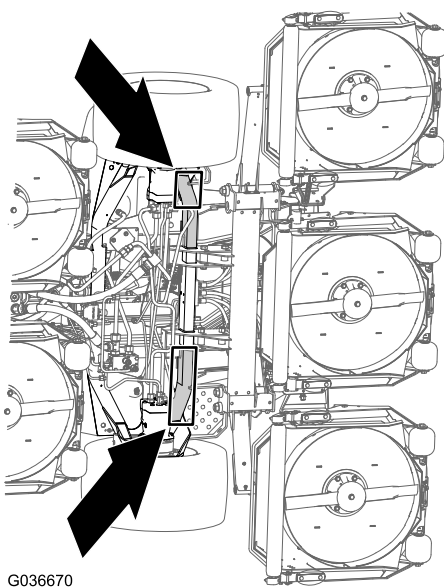

Figure 46
**Avant de la machine** – sur le cadre, devant les moteurs des roues motrices (Figure 46).